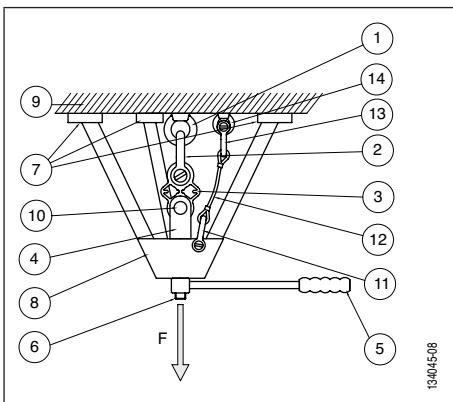
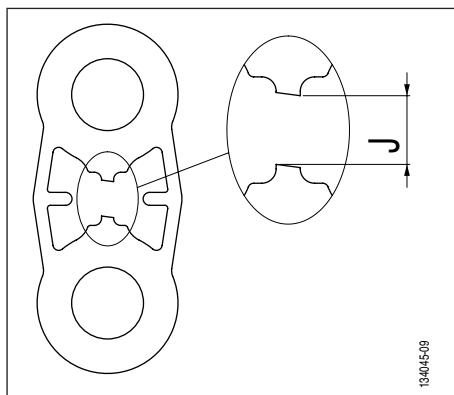

Fig. 6
Fig. 7
- 1 aparelho de colocação sob carga de acionamento manual do tipo trípode (ver *Fig. 6, página 52, capítulo 4.2. Esquema*),
- 1 dispositivo de segurança para a retenção do dispositivo de colocação sob carga, no caso de ruptura do ponto de amarração a testar, compreendendo (ver *Fig. 6, página 52*):
- 1 linga de segurança de comprimento adequado (ver *Fig. 6, página 52, capítulos 4.2. Esquema e 4.3. Verificações antes da instalação*),
PERIGO: Para testar um ponto de amarração utilizando a placa de teste TA, o operador deve imperativamente utilizar um aparelho de colocação sob carga do tipo tripé de acionamento manual que tenha sido especificamente estudado e dimensionado com vistas a poder ser utilizado para a colocação sob carga de tração, sem risco, do ponto de amarração a testar (Fig. 6) ou qualquer outro aparelho de colocação sob carga de tração da placa de teste TA especialmente estudado e dimensionado para ser utilizado com toda a segurança.
O conjunto das verificações antes da instalação abaixo descritas faz referência à Fig. 6.
O conjunto do procedimento abaixo descrito faz referência à Fig. 6.
! PERIGO: A folga 'J' máxima (*Fig. 7*, folga J) não deve exceder 15 mm.
1. Aumentar progressivamente a carga agindo sobre o aparelho de colocação sob carga (*Fig. 6*, *página 52*). O operador deverá imperativamente olhar em permanência para a placa para poder parar imediatamente a colocação sob carga após a ruptura da seção 'S' da placa (*Fig. 7*).
2. À ruptura da seção indicadora 'S' da placa de teste TA (*Fig. 7*), o operador deve imediatamente parar a sua ação sobre o aparelho de colocação sob carga, para não correr o risco de romper totalmente a placa.
O conjunto do procedimento abaixo descrito faz referência à *Fig. 6*, *página 52*.
8. Continuar a colocação sob carga da placa de teste TA após a ruptura da seção indicadora 'S' (cf. capítulo 5.2. *Procedimento de execução do teste de tração*, *Fig. 7*, *página 53*).